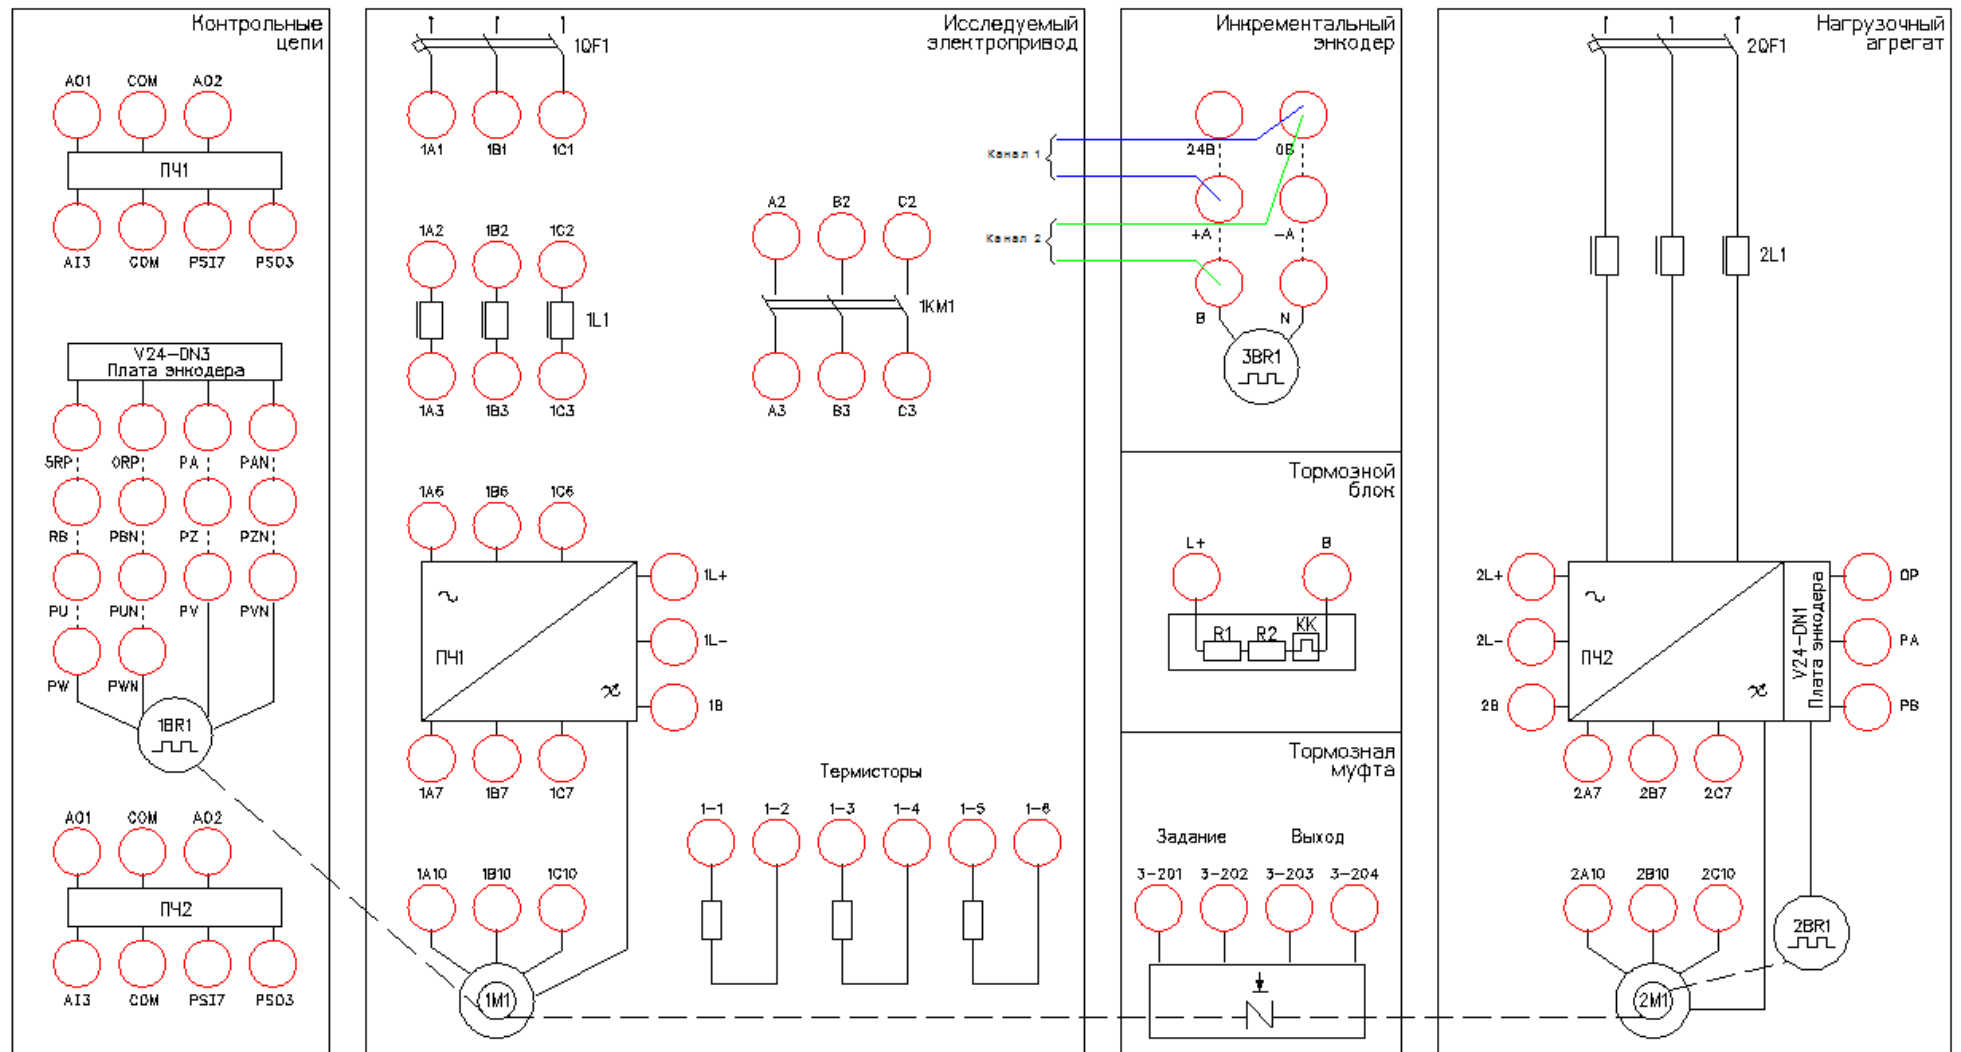

Рисунок 5 – Схема испытаний
5.1.1. Подготовьте схему силовой цепи для выполнения лабораторной работы. Для этого гибкими соединительными проводами из комплекта оборудования лабораторного стенда на панели с мнемосхемой соедините разъёмы так, как показано на рис.5.
Все турбогенераторы, гидрогенераторы, дизель-генераторы, синхронные компенсаторы и двигатели, изготавливаемые в настоящее время, оснащаются современными полупроводниковыми системами возбуждения – рис.3 – рис. 5. В этих системах используется принцип выпрямления трехфазного переменного тока повышенной или промышленной частоты возбудителей или напряжения возбуждаемой машины.
Рисунок 5 – Система бесщеточная диодная (СБД) независимого возбуждения: а – с подвозбудителем (ПВ), б – без подвозбудителя, с питанием обмотки возбуждения возбудителя (ОВВ) от выпрямительного трансформатора (ВТ). ДВ – вращающиеся диодные вентили.